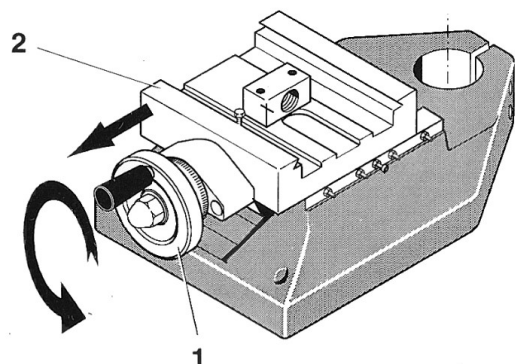

Fig. 12
4. Handrad 1 (Fig. 12) entgegen Uhrzeigersinn drehen, bis der Unterschlitten 2 abgenommen werden kann.
4. Turn the hand wheel 1 (Fig. 12) counter-clockwise, until the lower slide (2) can be taken off.
4. Tourner le volant 1 (fig. 12) dans le sens contraire des aiguilles de montre jusqu'à ce que le chariot inférieur (2) puisse être déposé.
4. Girare il volantino 1 (fig. 12) in senso antiorario finché la slitta inferiore (2) può essere estratta.